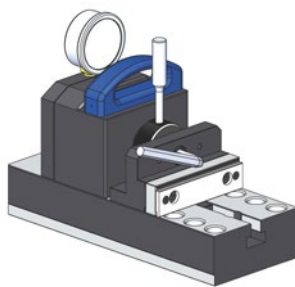

Abbildung 10
5. Lösen Sie die Schraube im Inneren der Rändelschraube mit einem Innensechskantschlüssel (Abbildung 10).